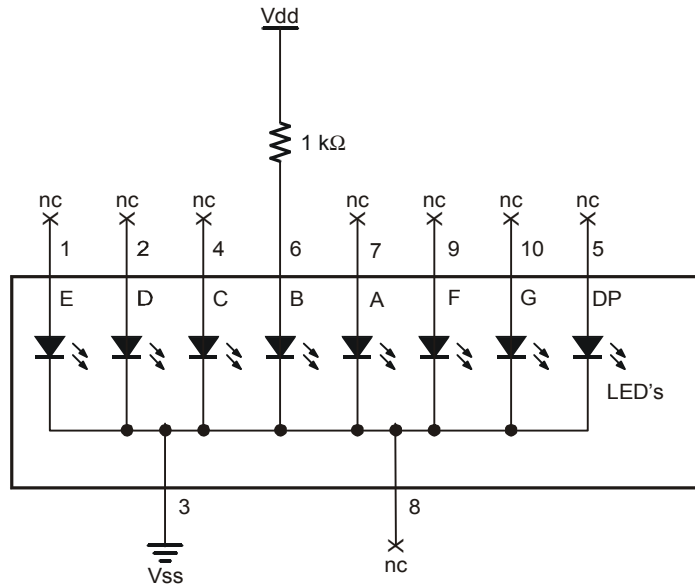
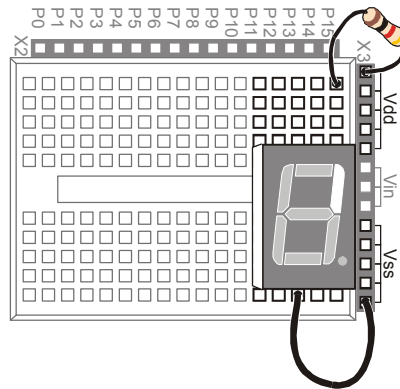

Figura 6-6
Figura 6-7
- √ Spegnete, e modificate il circuito collegando la resistenza al piedino del LED del segmento B come mostrato nelle Figura 6-6 e Figura 6-7.